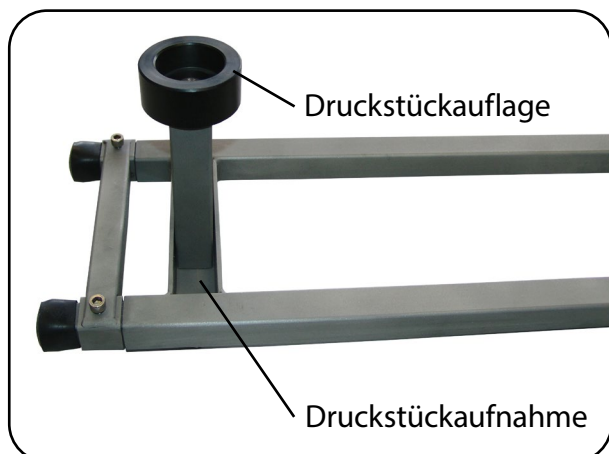

Abb. 6.4.01 – Positionierung Wannenauflagenerhöhung
- Positionieren Sie die Wannenauflagenerhöhung mit der schwarzen Druckstückaufnahme nach oben zeigend in der U-förmigen Öffnung der Druckstückaufnahme (Abb. 6.4.01).